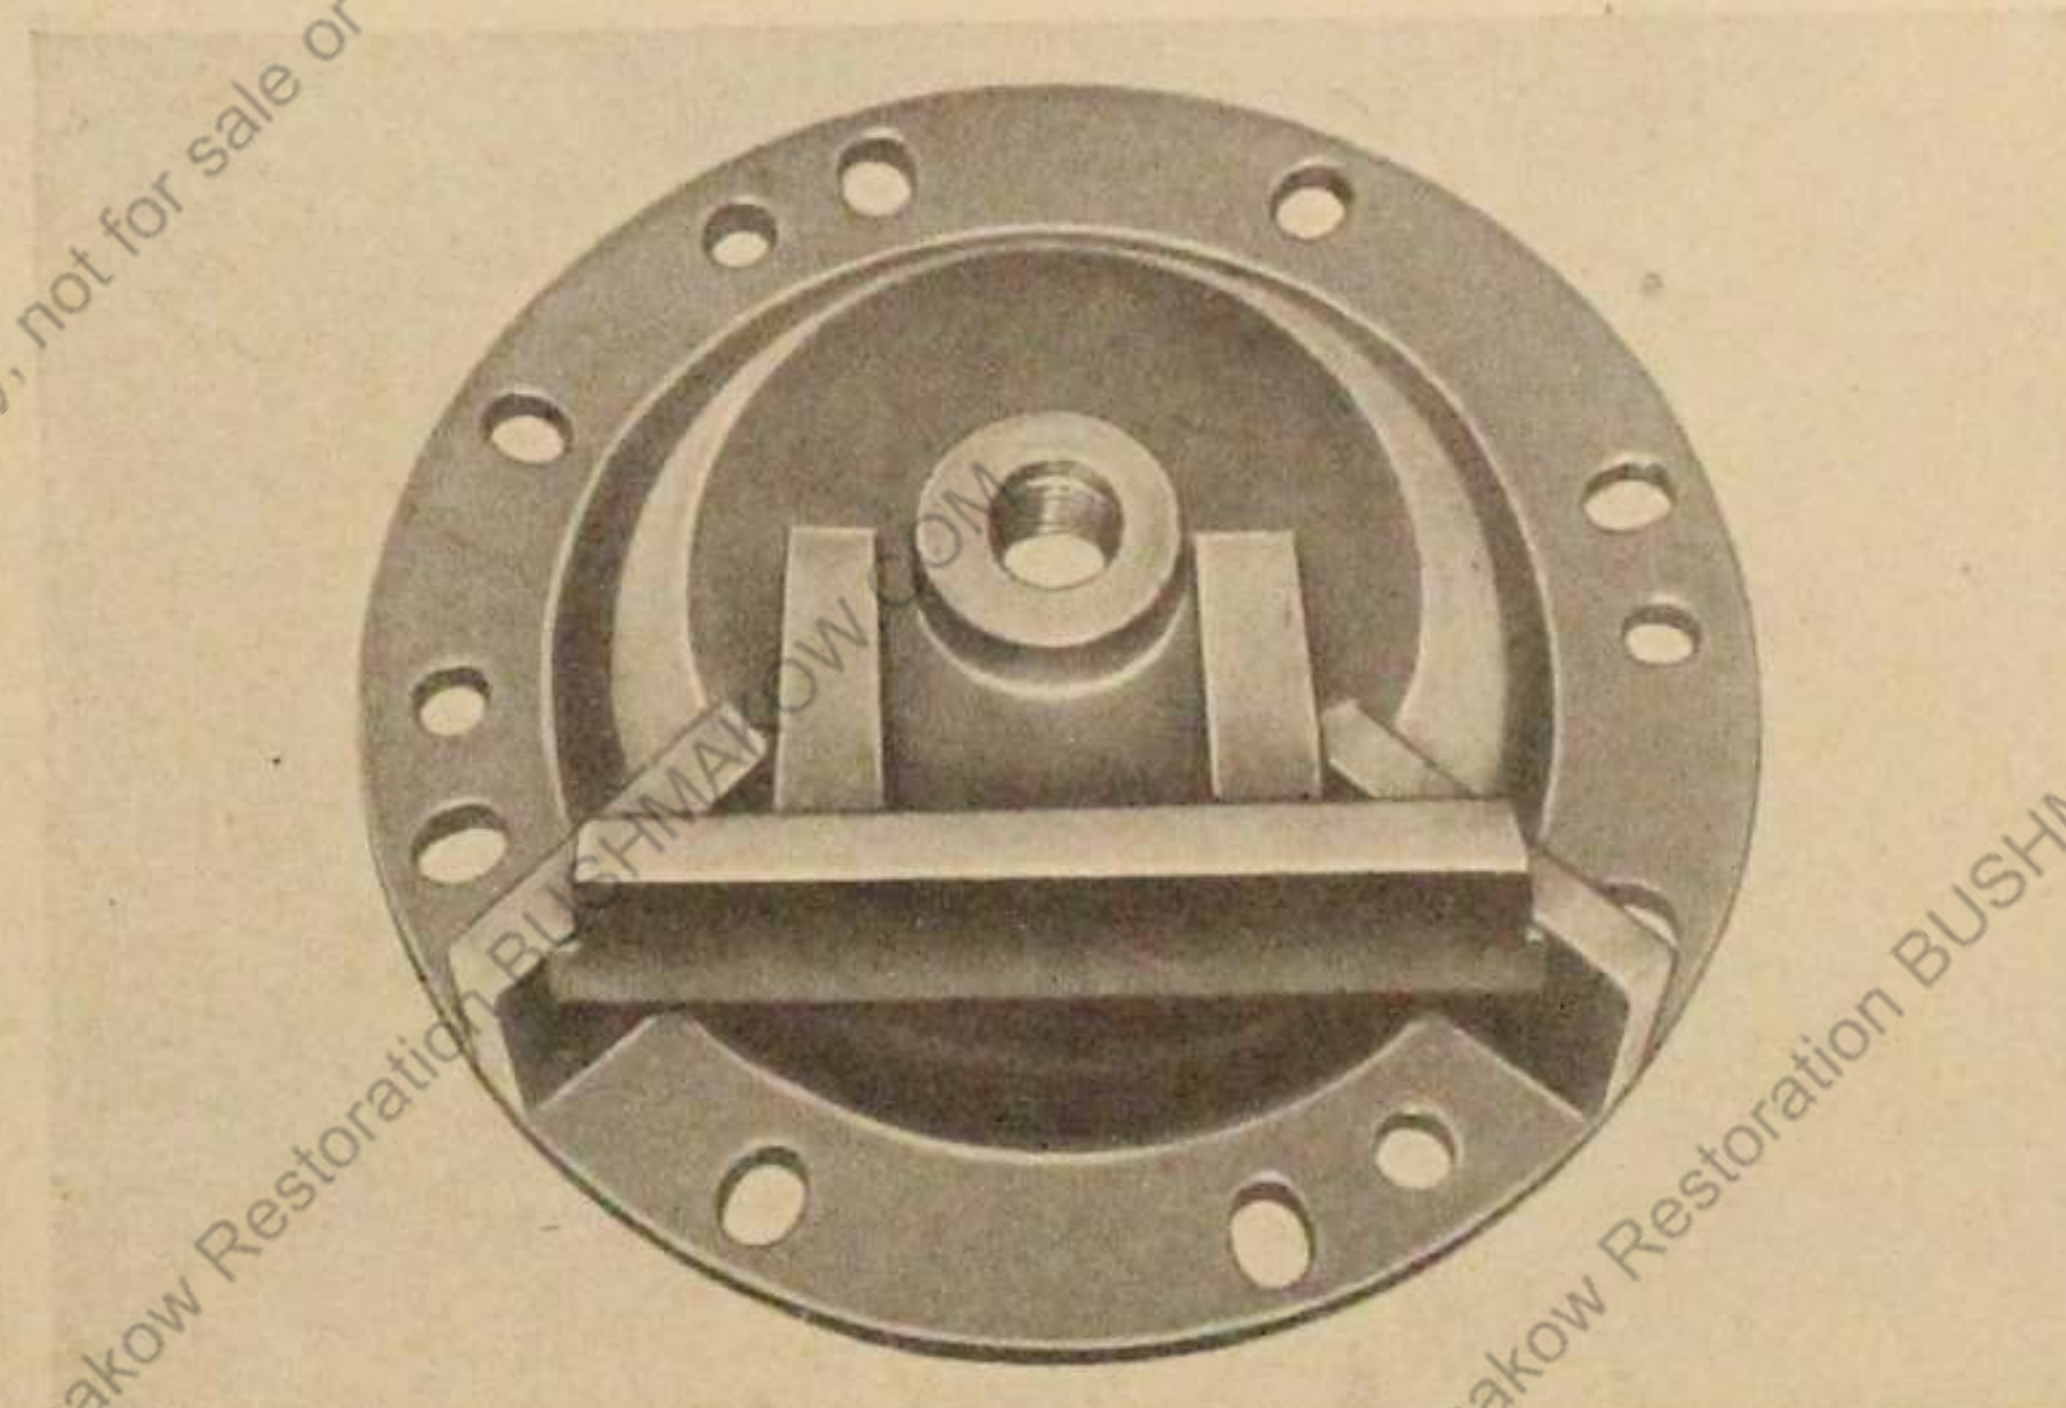
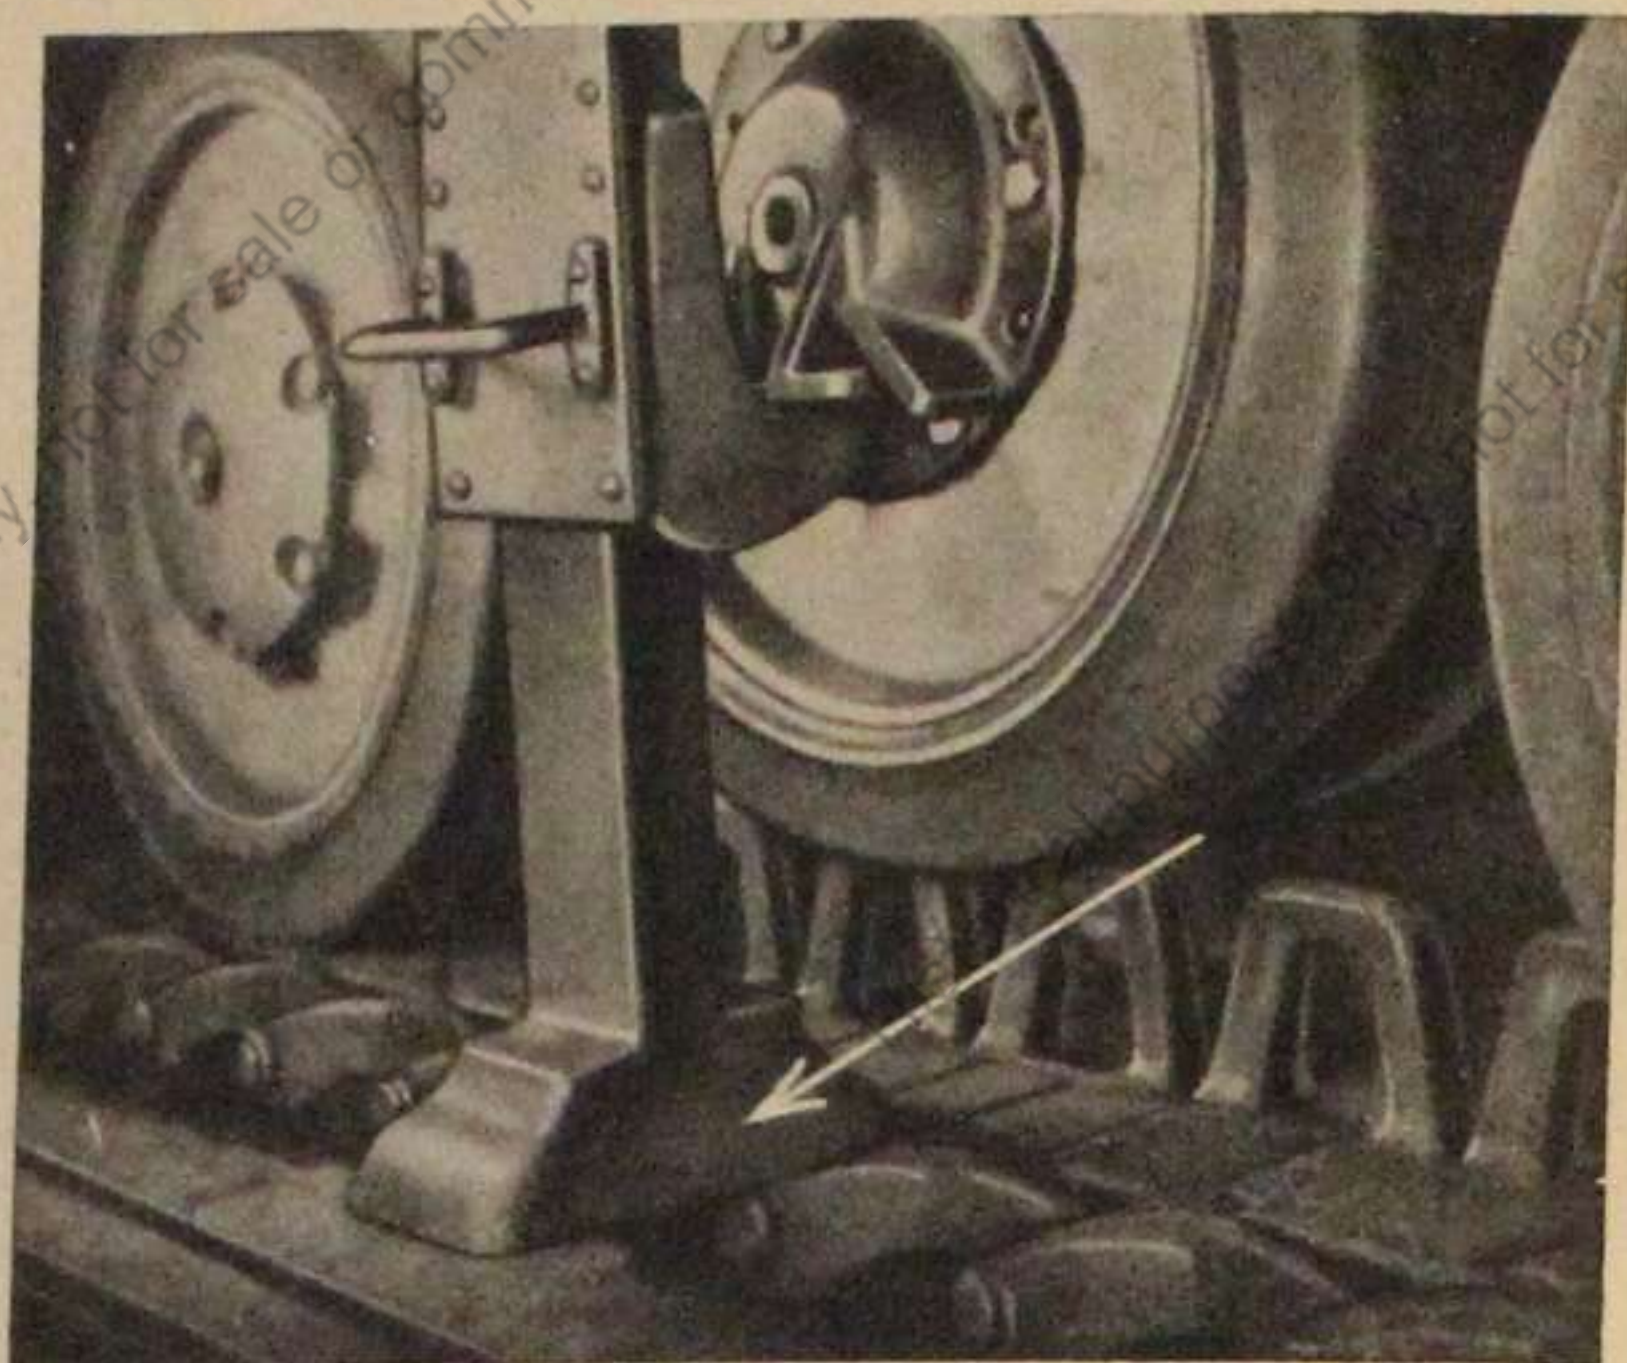

Bild 41
Bild 46
Der Ausbau der Laufrolle erfolgt unter Benutzung einer Wagenwinde und des gemäß Anhang: Zeichnung 1, Bild 41, abgeänderten Abziehers K 7660/20 derart, daß jeweils nur die auszubauende Laufrolle in einfachster Weise direkt angehoben wird, Bild 46.
Abzieher für Laufrollen mit angeschweißter Hebekante K 7660/20, Anhang: Zeichnung 1 und Bild 41.
7. Abzieher mit angeschweißter Hebekante K 7660/20, Bild 41, ansetzen, daß Ansatzfläche für Wagenwinde waagrecht und unten liegt.
Beachten! Wagenwinde muß mit ihrem Fuß auf die Gleiskette gesetzt werden. Bild 46.
Der Einbau erfolgt ebenfalls unter Benutzung einer Wagenwinde und der abgeänderten Abziehvorrichtung, K 7660/20, Anhang: Zeichnung 1, Bild 41, in der unter 5a, Laufrolle ausbauen, ausgeführten Weise.
Abzieher für Laufrollen mit angeschweißter Hebekante, K 7660/20, Anhang: Zeichnung 1 und Bild 41.
13. Abzieher mit angeschweißter Hebekante K 7660/20, Anhang: Zeichnung 1 u. Bild 41, zur Entfernung des Unterlegklotzes anschrauben.
14. Wagenwinde ansetzen und Unterlegklotz entfernen, Bild 46.
Abzieher für Laufrollen, K 7660/20. Anhang: Zeichnung 1 und Bild 41